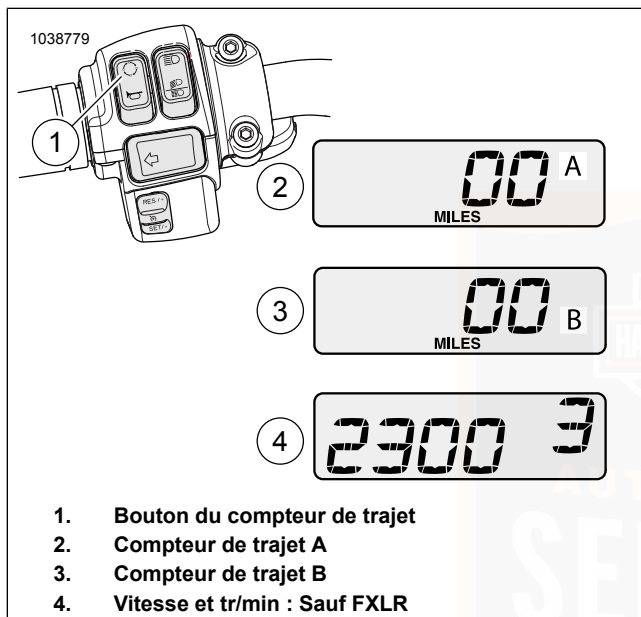

Figure 26. Compteurs de trajet, compte-tours et sélection de vitesse
Voir Figure 26. Pour vérifier le kilométrage ou remettre à zéro les compteurs de trajet, le commutateur MARCHE/ARRÊT doit être en position MARCHE. Enfoncer et relâcher le bouton du compteur de trajet (1) jusqu'à ce que le registre souhaité de compteur de trajet A (2) ou B (3) soit affiché. Un A ou un B figurant sur la droite de la fenêtre d'affichage identifie le compteur de trajet.
Voir Figure 26. Enfoncer et relâcher le bouton du compteur de trajet pour faire défiler les affichages sur le compteur kilométrique. Le compteur kilométrique affiche la vitesse du moteur en tours/minute (tr/min).